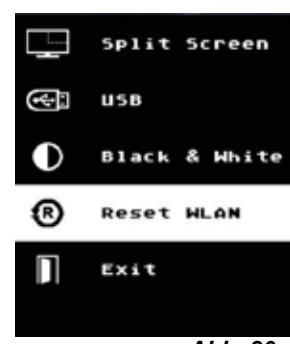
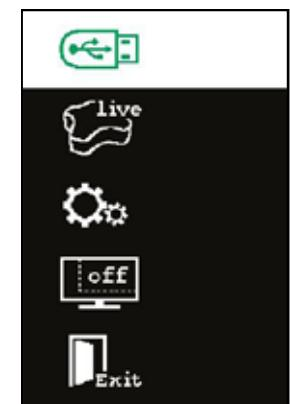

Abb. 20
Abb. 21
- ⇒ In Split Screen Hauptmenü (Abb. 20) oder Untermenü Split Screen (Abb. 21) den USB-Stick anwählen.
- ⇒ Im Untermenü Split Screen (Abb. 21) den Eintrag Screen Shot auswählen.